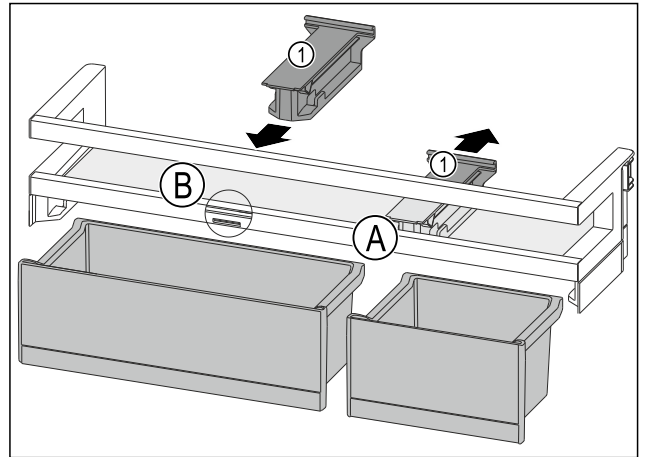

Fig. 122
- ▶ 将定位件 Fig. 122 (1) 向后拉至位置 Fig. 122 (A)。
- ▶ 将定位件 Fig. 122 (1) 插入至位置 Fig. 122 (B)。